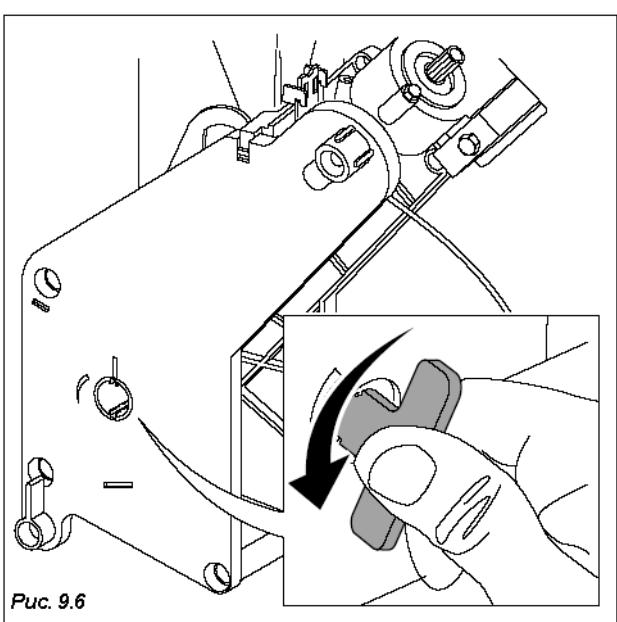

Рис. 9.6
- удалите все остатки молотого кофе; для удобства чистки следует снять кожух (*Рис. 9.6*).